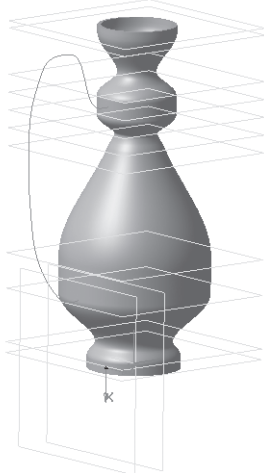

Рис. 269
- с помощью команды  – **Повернуть**, расположите модель так, чтобы вам удобно было работать (рис. 269);